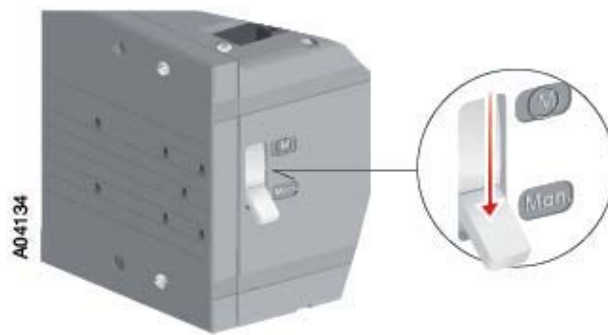

Рисунок 6.5 Переключатель «Мотор/Ручное» в положении Man.
1. Перевести переключатель «Мотор/Ручное» в положение «Ручное» (Man.) как показано на рис. 6.5. Мотор-привод будет отключен, и дистанционное управление будет невозможно.